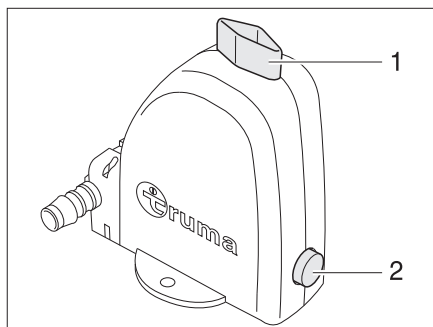

Figura 66 Válvula de seguridad/purga de la caldera
La caldera está equipada con una válvula de seguridad/purga (Figura 66). La válvula de seguridad/purga evita que el agua de la caldera se congele cuando no esté conectada la calefacción en caso de helada. La válvula de seguridad/purga está integrada en la calefacción o en los compartimentos de almacenamiento del piso debajo de la mesa.
- Cerrar la válvula de seguridad/purga. Para ello girar el botón giratorio (Figura 66,1) a la posición transversal en referencia a la válvula de seguridad/purga y hundir el pulsador (Figura 66,2).
- Abrir la válvula de seguridad/purga. Para ello girar el botón giratorio (Figura 66,1) a lo largo de la válvula de seguridad/purga. El pulsador (Figura 66,2) salta afuera. La caldera se vacía hacia fuera a través de la válvula de seguridad/purga.